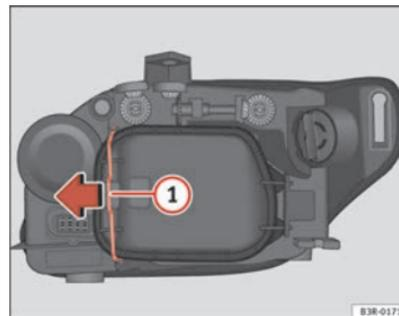

Fig. 198 Luzes de presença (lado interior do veículo)
- Desloque o tirante ⇒ página 276, fig. 198  no sentido da seta e retire a tampa rígida separando primeiro o lado do tirante e retirando depois as duas patilhas da extremidade contrária da tampa.